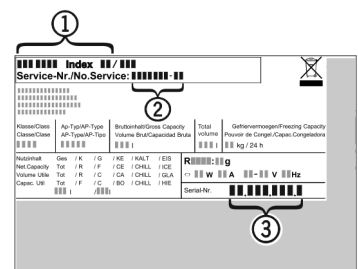

Fig. 14
- Apparaataanduiding Fig. 14 (1), servicenr. Fig. 14 (2) en serienr. Fig. 14 (3) van het typeplaatje aflezen. Het typeplaatje bevindt zich aan de linkerkant binnen in het apparaat.
- Contact opnemen met de Technische Dienst en het probleem, apparaataanduiding Fig. 14 (1), servicenr. Fig. 14 (2) en serienr. Fig. 14 (3) mededelen.